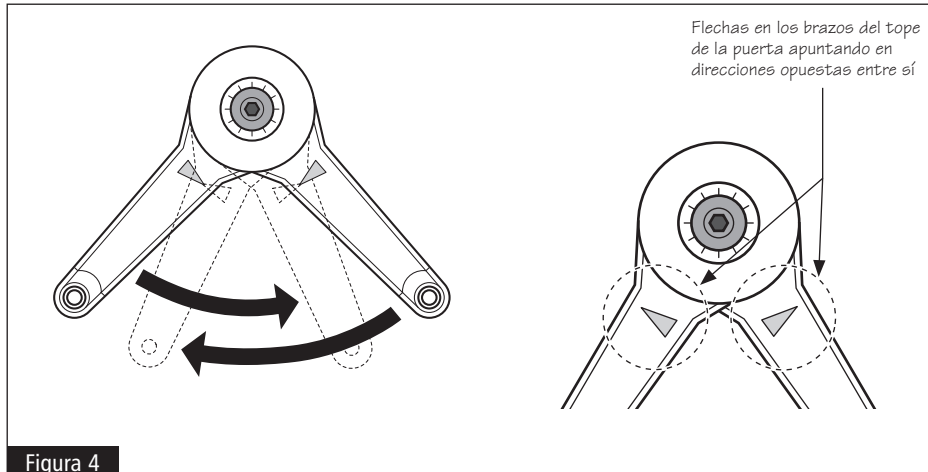

Figura 4
- 3** Mueva un brazo del tope de la puerta hacia el otro brazo con un movimiento de tijera hasta que se superpasen el uno al otro. Cuando termine, las flechas en los brazos deben apuntar hacia lados opuestos entre sí. Consulte la figura 4.